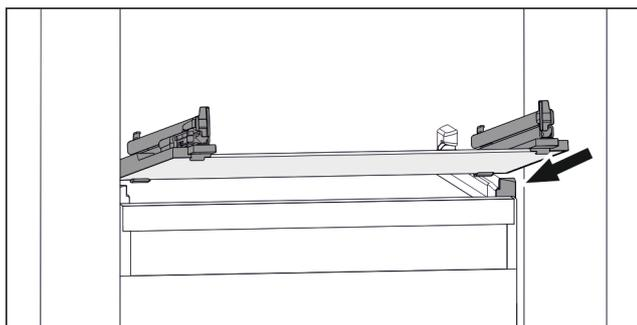

Fig. 51 Rappresentazione esemplificativa del ripiano in vetro
- ▶ Applicare il ripiano in vetro obliquamente dietro i fermi. (vedere Fig. 51)